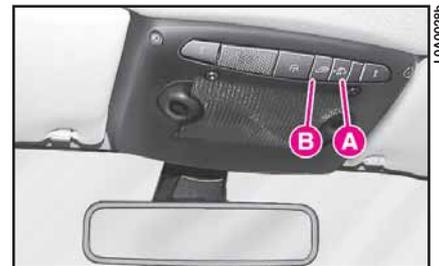

fig. 16
Per disattivare la protezione volumetrica premere il pulsante **A** (**fig. 16**) sulla plafoniera anteriore: quando la funzione viene disinserita, la spia sul pulsante lampeggia per circa 3 secondi e poi si spegne.
Per disattivare la protezione antisollevamento premere il pulsante **B** (**fig. 16**) sulla plafoniera anteriore: quando la funzione viene disinserita, la spia sul pulsante lampeggia per circa 3 secondi e poi si spegne.
– protezione volumetrica, disattivabile tramite il pulsante **A** (fig. 16) sulla plafoniera anteriore: quando la funzione viene disinserita, la spia sul pulsante lampeggia per circa 3 secondi e poi si spegne;
– protezione antisollevamento, disattivabile tramite il pulsante **B** (fig. 16) sulla plafoniera anteriore: quando la funzione viene disinserita, la spia sul pulsante lampeggia per circa 3 secondi e poi si spegne.